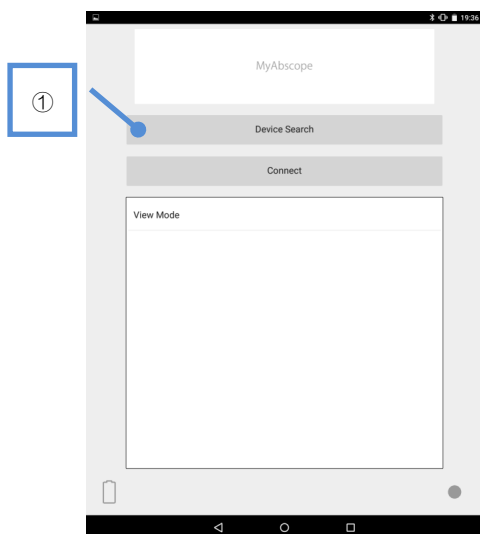
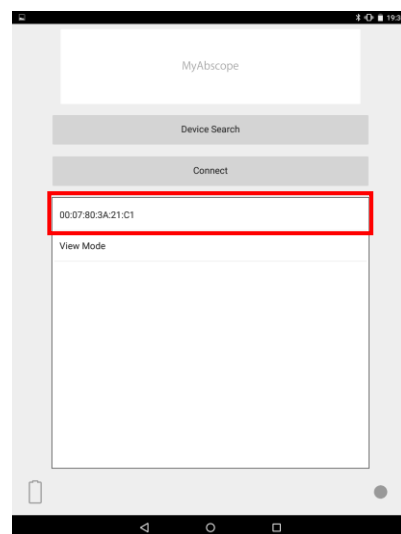

図 2-3：見つからなかった場合
図 2-4：見つかった場合
- (4) ①のデバイスサーチボタン「Device Search」をタップして、接続可能な装置本体を探します。見つからなかった場合（図 2-3）、再度装置本体の電源を入れなおしてデバイスサーチボタン「Device Search」をタップしてください。見つかった場合は図 2-4 のように Bluetooth Device Address が表示されます。